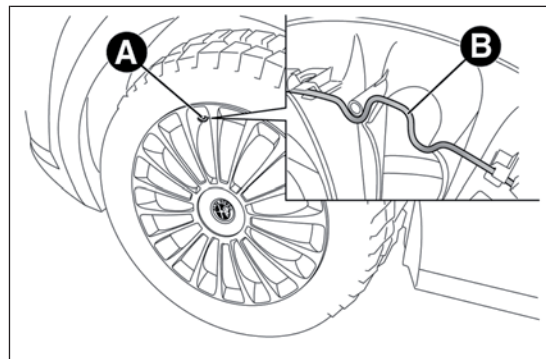

РИС. 119
- **исполнения со стальными дисками:** вставьте отвертку в прорезь А РИС. 119, чтобы сработала пружина В крепления колпака ступицы колеса;